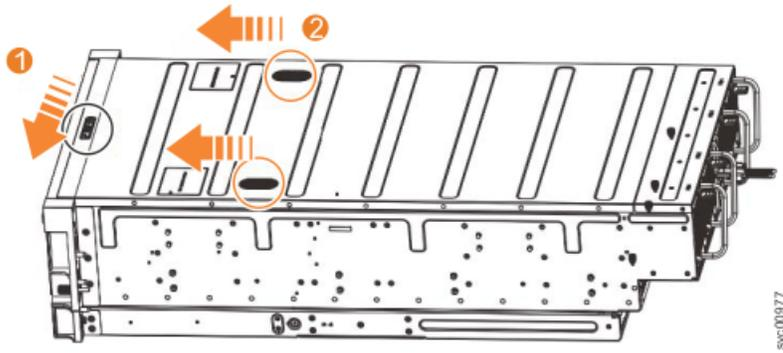

図 20. Model 092 エンクロージャー・カバーの解放
1. 解放ラッチ (1) を、47 ページの図 20 に示されている方向にスライドさせます。
2. 47 ページの図 20 に示すように、カバーを拡張エンクロージャーの前面方向にスライドさせます (2)。